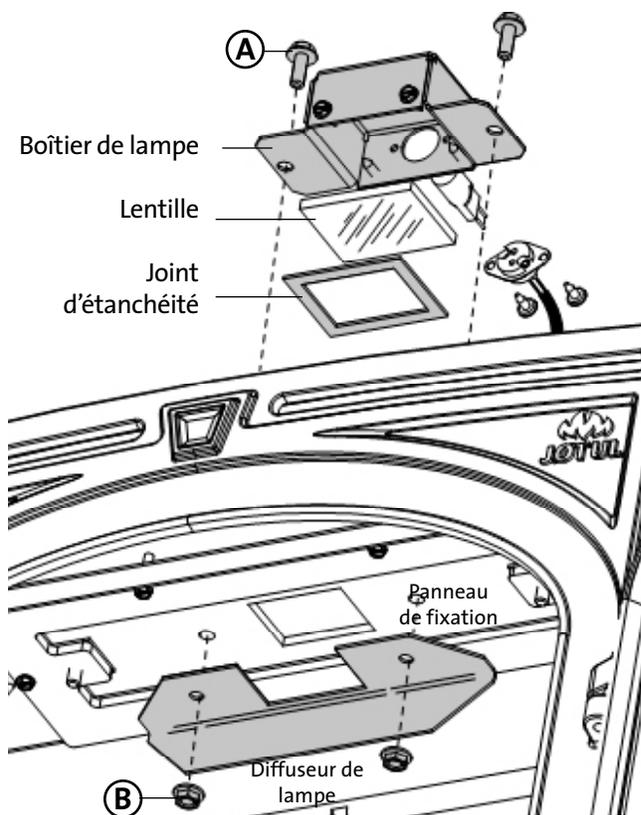
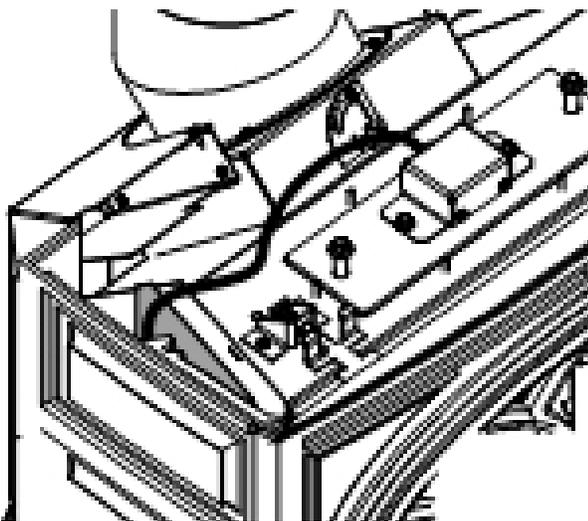

Figure 44. Accent Lamp installation.
Figure 45. Insérez le faisceau de câble de la lampe Accent entre l'écran thermique et le panneau latéral en fonte.
**REMARQUE: La veilleuse brûlera continuellement pendant sept (7) jours au maximum et s'éteindra automatiquement s'il n'y a pas d'appel de chaleur pendant cette période. Le pilote se rallumera automatiquement au prochain appel de chaleur.**
5. Lorsque la veilleuse est allumée, vous pouvez régler le fonctionnement du brûleur par le commutateur à bascule situé sur le panneau avant. Voir fig. 45.
2. Avec une clé de 10 mm (plate ou à douille), retirez du panneau de fixation les deux boulons à tête hexagonale (A), les écrous (B) et le couvercle. Voir fig. 44.
3. Placez le joint d'étanchéité, la lentille et le boîtier de lampe sur le dessus du panneau de fixation, en utilisant les boulons (A) retirés précédemment.
4. À l'intérieur de la chambre de combustion, fixez le diffuseur de lampe (voir figure ci-dessous) aux boulons, en-dessous du panneau de fixation, en utilisant les écrous (B) retirés précédemment.
5. Acheminez le faisceau de câble de contrôle, entre l'écran thermique et le côté gauche en fonte. Connectez le faisceau de câble à la borne (L) à l'arrière du panneau de contrôle IFC. Voir fig. 45 et 46, page 28.